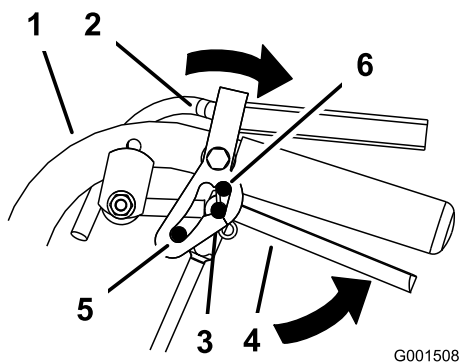

Figura 8
2. Posizionate i pollici sulla parte superiore dei blocchi e spostateli indietro fino alla posizione di FOLLE (Figura 8).